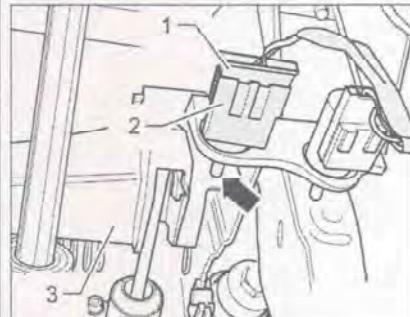

Рис. 7.322. Отсоедините разъем проводки (1) от датчика.
2. Отсоедините разъем проводки (1) от датчика (рис. 7.322). Проследите, чтобы педаль сцепления не была нажата (3), а штифт (стрелка) располагался в педали сцепления.
3. Поверните датчик (2) влево на 45°, извлеките его из кронштейна.